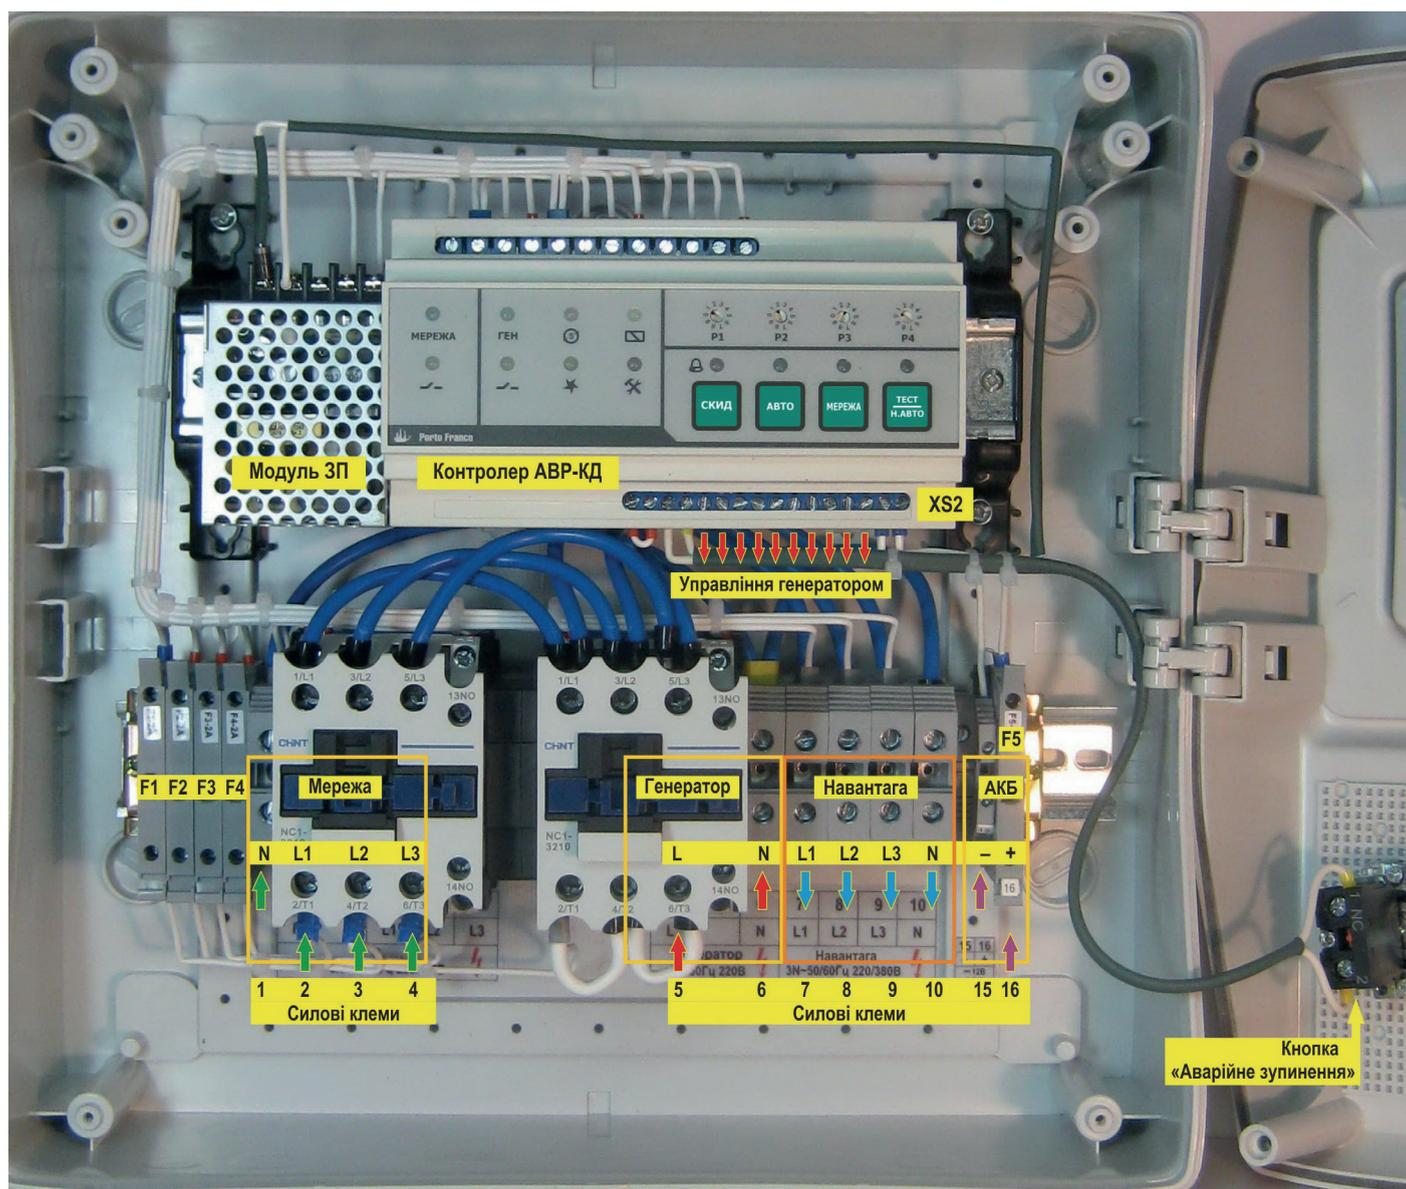
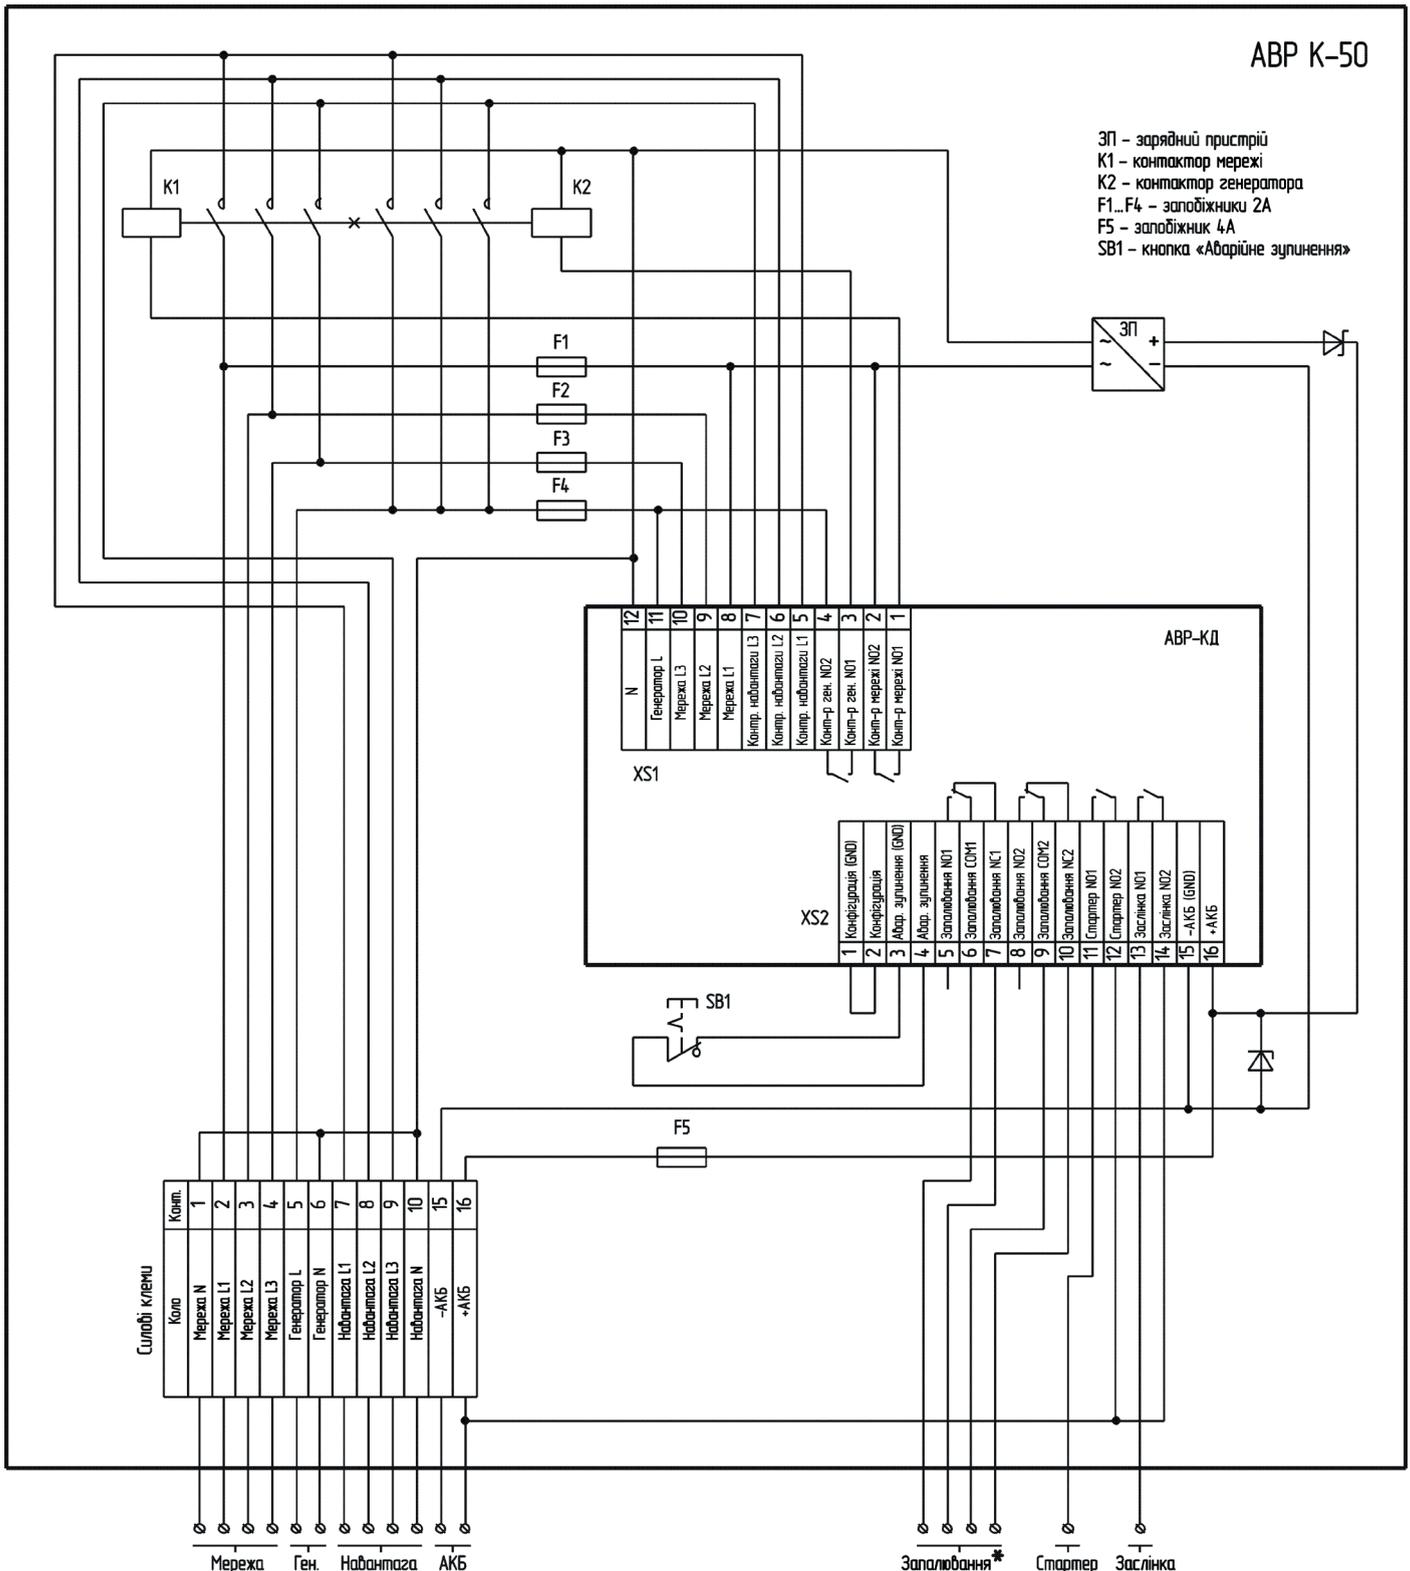
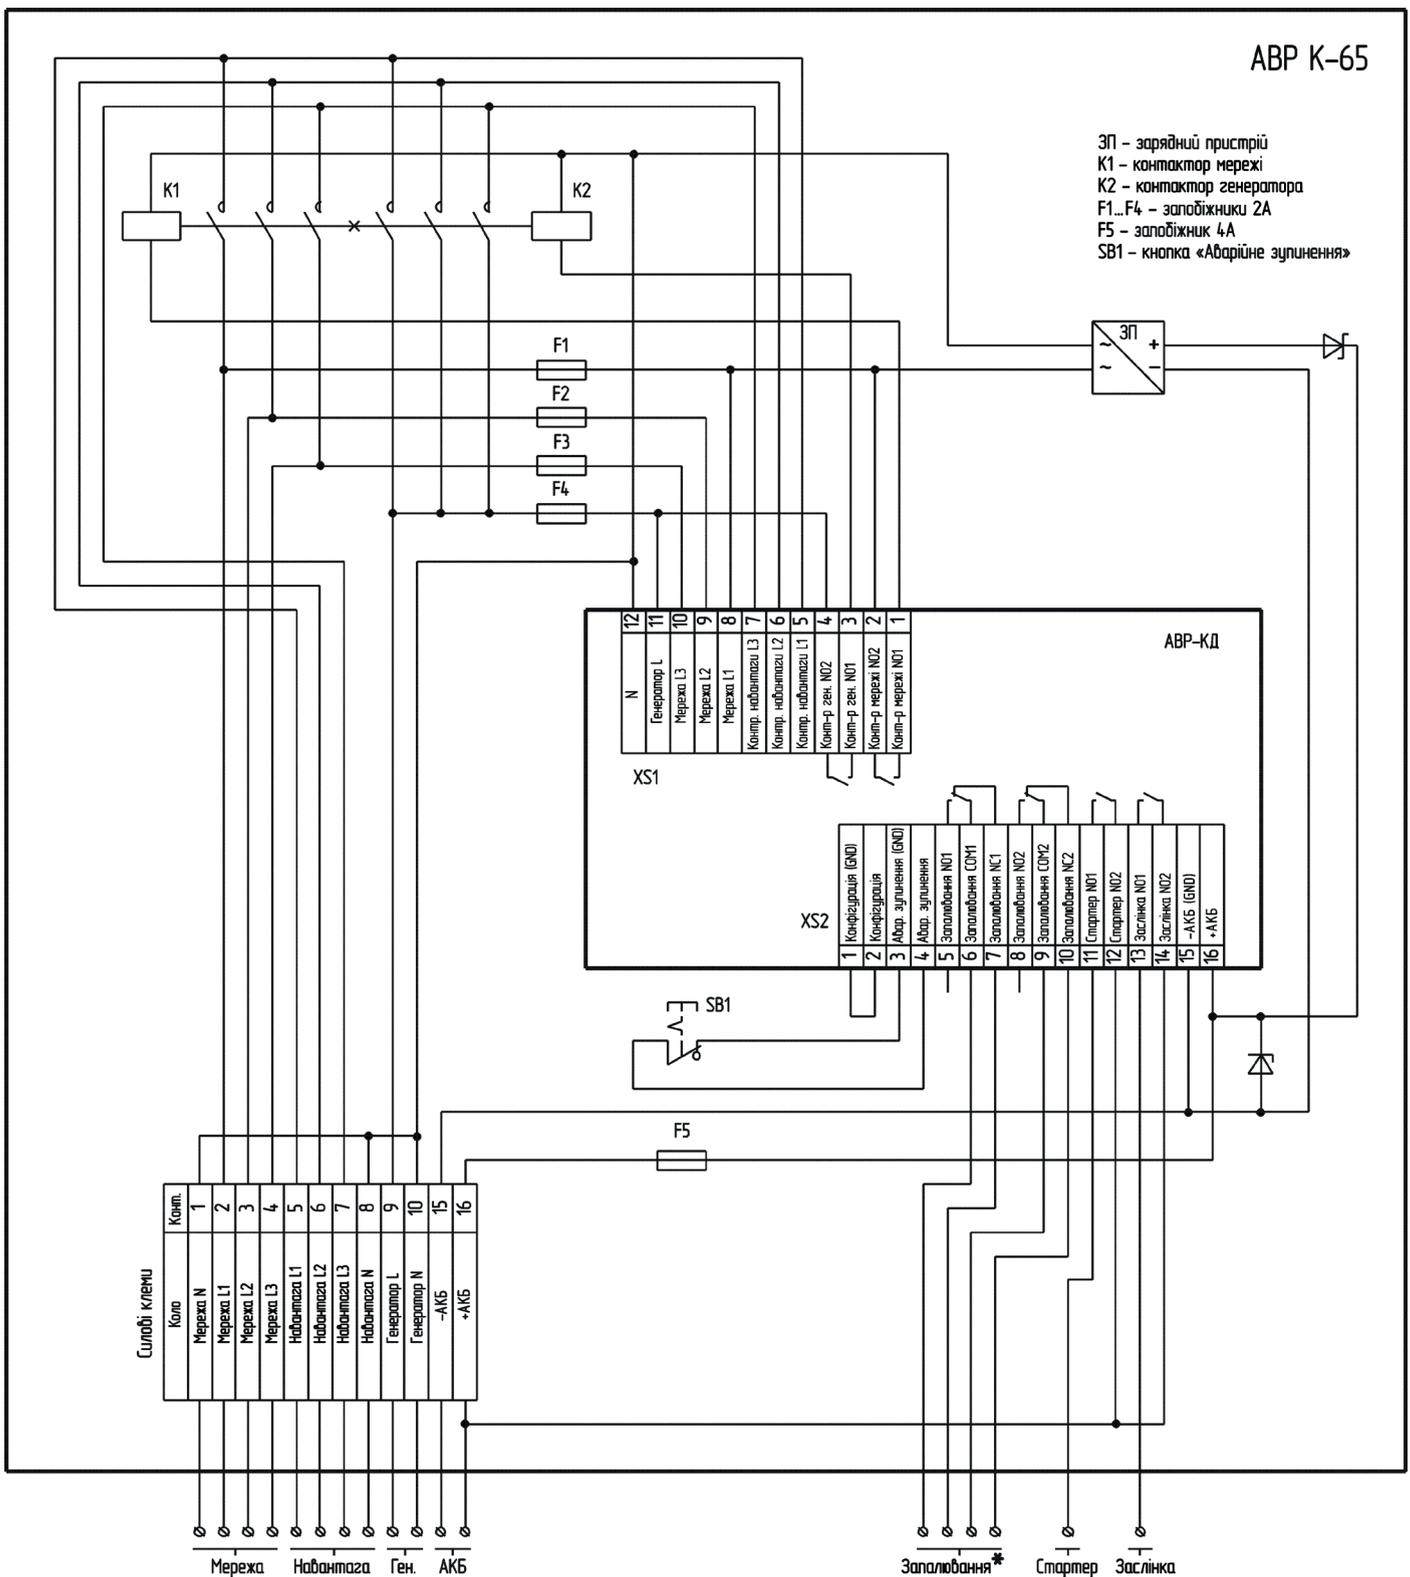

Рис. 6.1 – Внутрішня конструкція і зовнішнє підключення АВР К-50*
Рис. 6.3 – Приклад схеми підключення контролера ABP K-50 для трифазної мережі
Рис. 6.5 – Приклад схеми підключення контролера АВР К-65 для трифазної мережі
6.2.1 Внутрішню конструкцію контролера показано на рис. 6.1, 6.2. Список запобіжників зазначено в таблиці 6.1. Призначення контактів силових клем представлено в таблицях 6.2, 6.3. Призначення контактів клем управління генератором представлено в таблиці 6.4. Рекомендовані схеми підключення для контролера АВР К-50 представлено на рис. 6.3, 6.4, а для контролера АВР К-65 – на рис. 6.5, 6.6.